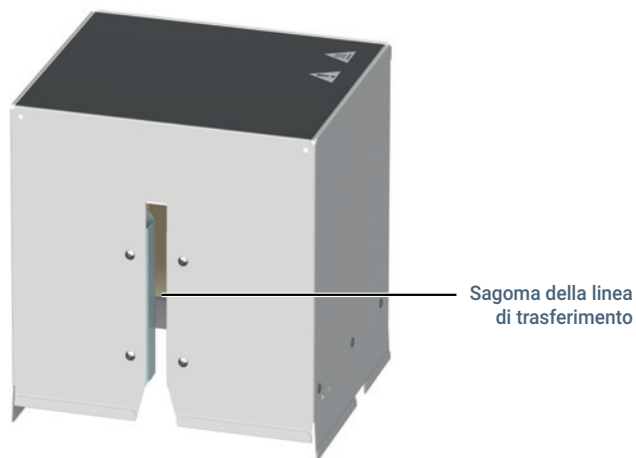

Figura 5. Sagoma della linea di trasferimento dell'involucro termico della valvola
- 1 Individuare la sagoma della linea di trasferimento dell'involucro termico della valvola e allinearla con la linea di trasferimento (**Figura 5**).